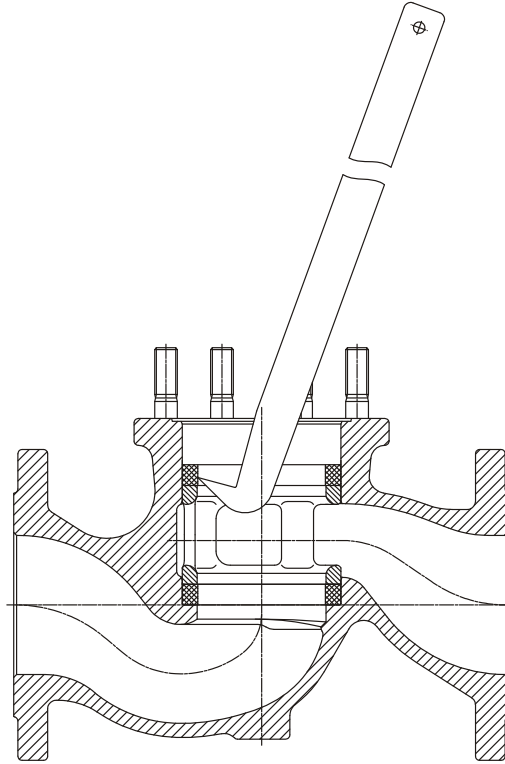

Bild 3
- *Einlegering (Pos.17) entfernen u. oberen Ventilring KX-GT (Pos.14) mittels Ringziehhaken herausziehen (siehe Seite 10 Bild 3)*